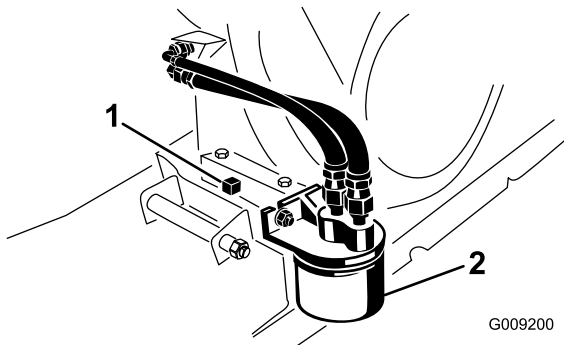

Bild 43
5. Stellen Sie eine Auffangwanne mit einem Fassungsvermögen von 1,8 l unter die Ablassschraube (Bild 43).
6. Entfernen Sie die Ablassschraube und Dichtung (Bild 43).
2. Entfernen Sie den vorhandenen Ölfilter (Bild 43).
- Schrauben Sie den neuen Filter auf den Filteradapter, bis die Dichtung die Befestigungsplatte berührt; ziehen Sie den Filter dann um eine weitere 1/2 bis 3/4 Umdrehung an (Bild 43).